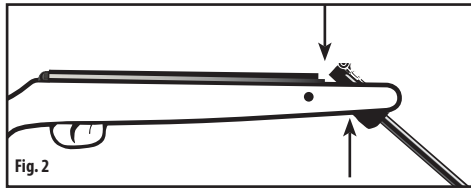

Fig. 2
PUNTOS DE PELLIZCO (Fig. 2)
7. Tenga cuidado de no pellizcarse la mano o los dedos en el área de la bisagra del rifle de aire (Fig. 2).